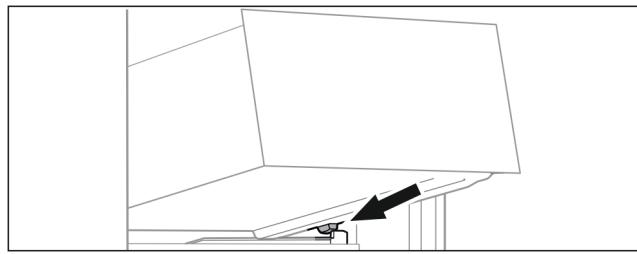

Fig. 72
- Schubfach schräg hinter den Stopfern auf Behälterrippe aufsetzen. (siehe Fig. 72)